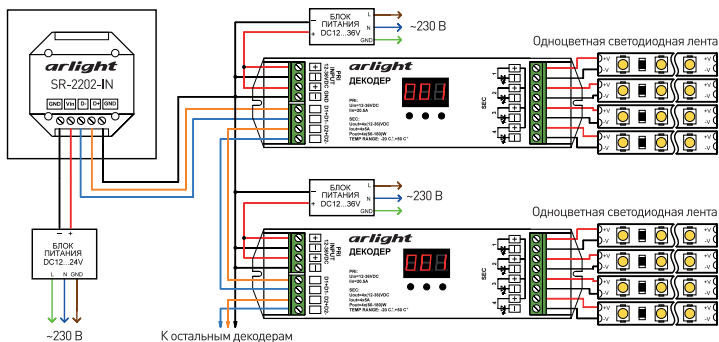

Рис. 1. Схема подключения.
- 3.2. Подключите провода шины DMX от декодеров к клеммам D+, D- и GND панели, соблюдая полярность и порядок подключения проводов (см. рис. 1).